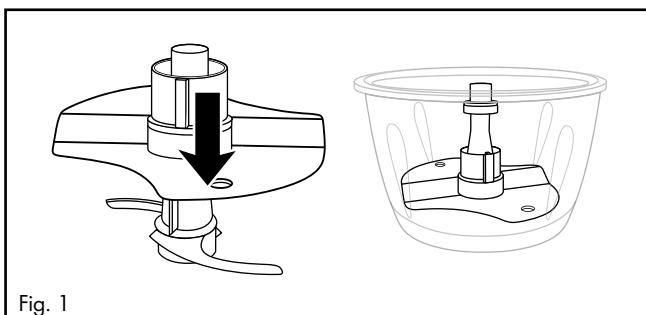

Fig. 1
- 1) poggiare la ciotola ⑨ sull'anello antisdruc ciolo ⑪.
- 2) Spingere il disco emulgatore ⑫ sul portalama ⑦:
- per montare 200 - 400 ml di panna, inserire il disco emulgatore ⑫ sul portalama ⑦ in modo che il disco emulgatore ⑫ poggi e si inserisca su entrambe le parti della lama ⑧ (fig. 1):